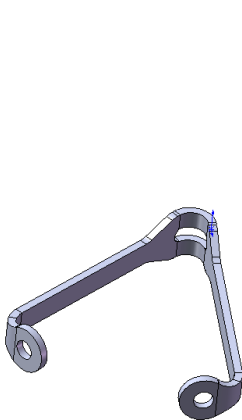

Рисунок 9.28 - Зміна параметрів згину
9. Закінчивши налаштування згину, натиснемо **ОК** - і на екрані з'явиться деталь зі зміненим згином (рис. 9.28).